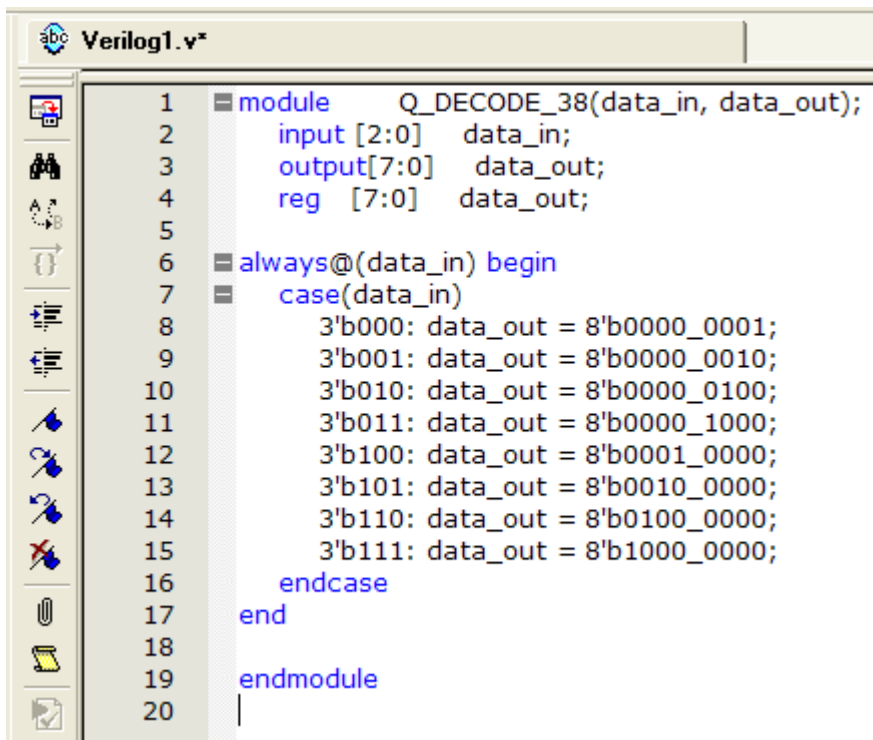

图 2-12 输入设计代码
10. 输入硬件描述。在 Quartus II 环境提供的文本编辑器中输入用户设计的硬件描述语言, 在本次实验设计的是一个 3-8 译码器, 输入代码如图 2-12 所示。